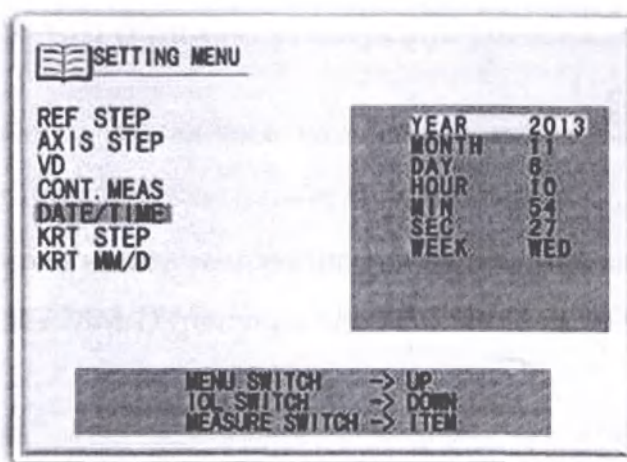

Рисунок 54 – Экран настройки DATE/TIME
- Нажмите кнопку измерения на ручке управления, переместите курсор на пункт DATE/TIME (рисунок 54).